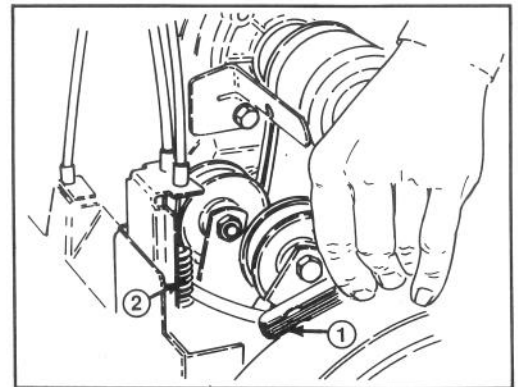

Abbildung 21
2. PRÜFUNG DER GEBLÄSE-ANTRIEBSRIEMEN — Bei abgestelltem Motor den Gebläse-Hebel am rechten Handgriff drücken. Den Hebel gedrückt halten und eine 0,25 mm Fühlerlehre in die Windung in der Mitte der Feder stecken (Abb. 21). Das Kabel so einstellen, daß zwischen den Windungen ein 0,23 mm bis 0,30 mm breiter Spalt entsteht.